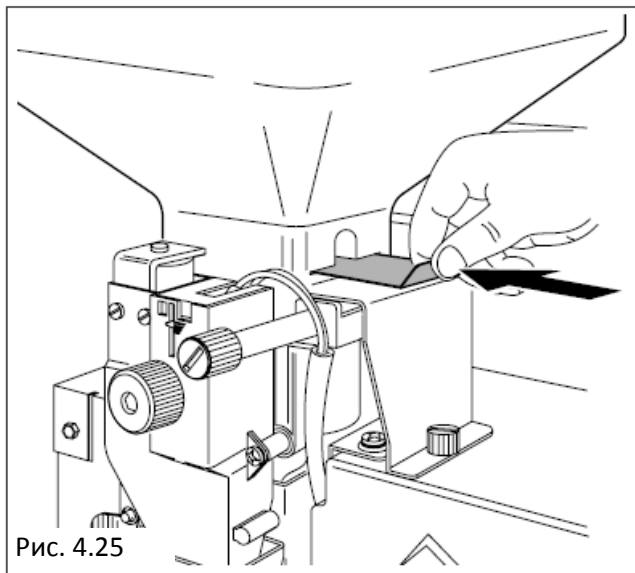

Рис. 4.25
- Для осуществления загрузки необходимо удалить каждый контейнер. В частности, перед снятием контейнера для кофе в зернах, необходимо закрыть затвор (Рис.4.25).